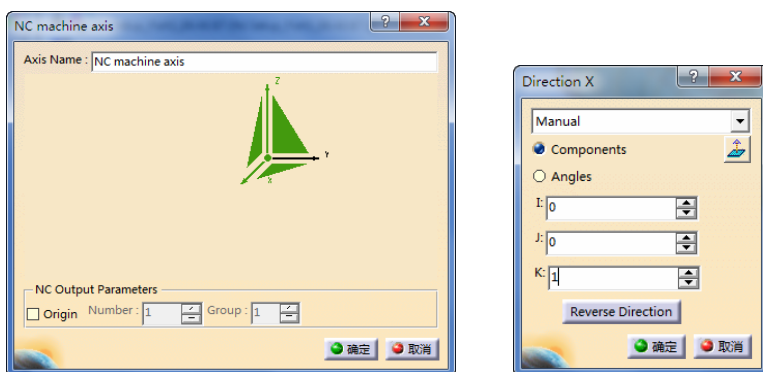

图 6-93 X 轴方向设定（2）
- 单击对话框中的 X 轴，系统弹出“Direction X”对话框，X 轴方向设定（2）如图 6-93 所示。单击“确定”按钮完成设定。